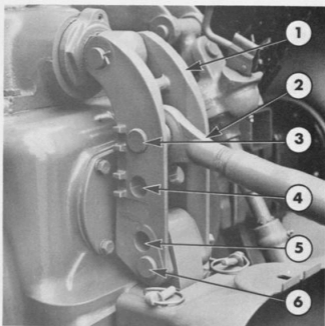

Fig. 4
På traktorer med tvåvarvskraftuttag är övre tryckstångsfästet (1 fig. 4 ändrat. För dragkontroll har fästet två hål för tryckstången (2) och två lägen för vridpunkten. För lätta redskap skall tryckstången monteras i läge (3) och den nedre vridpunkten i läge (6). För tunga redskap används läge (4) och (5). En kombination av dessa lägen kan om nödvändigt vid behov också användas.